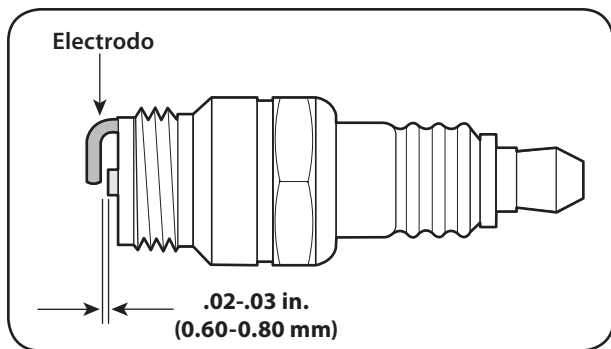

Figura 7-3
3. Mida la separación de bujía con un calibrador. Realice los ajustes necesarios torciendo el electrodo lateral, Figura 7-3. La separación de ajustarse en 0,02-0,03 pulgadas (0,60-0,80 mm).